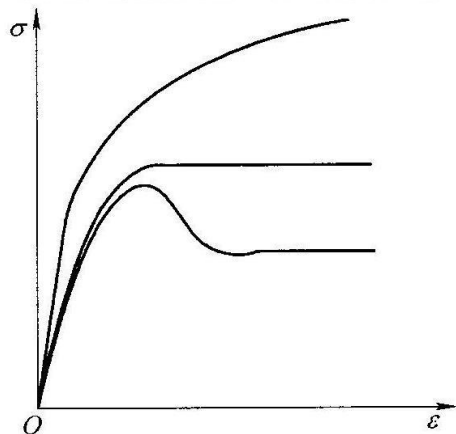

图 10-4 第七题第 2 小题图
2. 面心立方金属铜在三种不同条件下的真应力-应变曲线如图 10-4。说明它们可能是在怎样的温度和应变速率下形成的？为何有